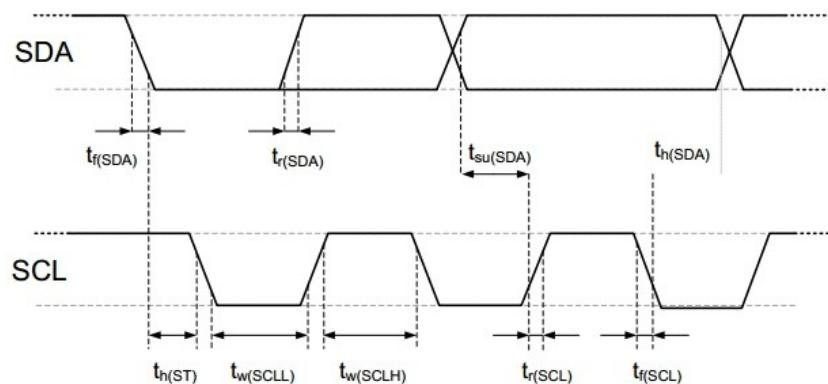

图 17、数字输入/输出端的时序图、缩略语在表 8 中进行了解释。较粗的 SDA 线由传感器控制、普通的 SDA 线由单片机控制。请注意 SDA 有效读取时间由前一个转换的下降沿触发。
SDA 引脚用于传感器的数据输入和输出。当向传感器发送命令时 , SDA 在串行时钟 SCL 的上升沿有效 ,且当 SCL 为高电平时 , SDA 必须保持稳定。在 SCL 下降沿之后 , SDA 值可被改变。为确保通信安全 , SDA 的有效时间在 SCL 上升沿之前和下降沿之后应该分别延长至 TSU 和 THO (参考图 17)。当从传感器读取数据时 , SDA 在 SCL 变低以后有效 (TV) ,且维持到下一个 SCL 的下降沿。
电气特性，如功耗、输入和输出的高、低电平电压等，依赖于电源供电电压。为了使传感器通讯顺畅，很重要的一点是，确保信号设计严格限制在表 7、8 和图 17 所给出的范围内。
表 8、I²C 快速模式数字输入/输出端的时序特性。具体含义在图 17 有所显示，除非另有注明。